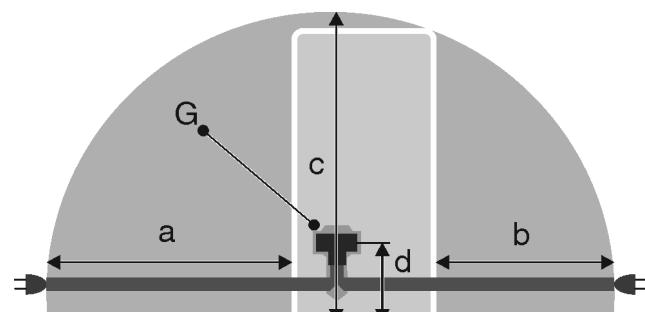

Fig. 54 *
- Steckdose liegt nicht hinter dem Gerät, sondern in den Bereichen a oder b *Fig. 54 (a, b, c)*.
- Gerätestecker *Fig. 54 (G)* auf der Rückseite des Gerätes einstecken. Auf richtiges Einrasten achten.